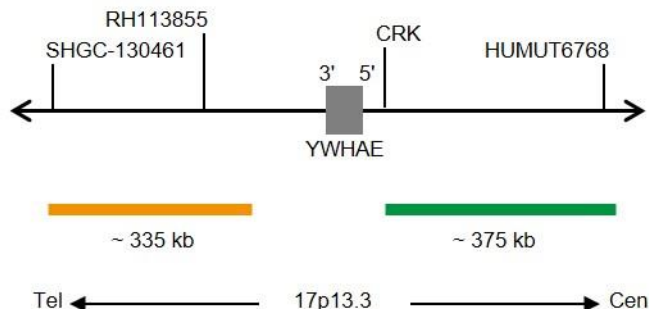

Abb. 1: SPEC YWHAE Sondenlokalisation (nicht maßstabsgetreu)
- ZyGreen (Anregung 503 nm/Emission 528 nm) markierten Polynukleotiden (~10 ng/μl), die gegen Sequenzen in 17p13.3* (chr17:1,339,752-1,716,668) gerichtet sind, welche proximal zur YWHAE-Bruchpunktregion lokalisiert sind (siehe Abb. 1).
- ZyOrange (Anregung 547 nm/Emission 572 nm) markierten Polynukleotiden (~4,5 ng/μl), die gegen Sequenzen in 17p13.3* (chr17:791,171-1,124,746) gerichtet sind, welche distal zur YWHAE-Bruchpunktregion lokalisiert sind (siehe Abb. 1).